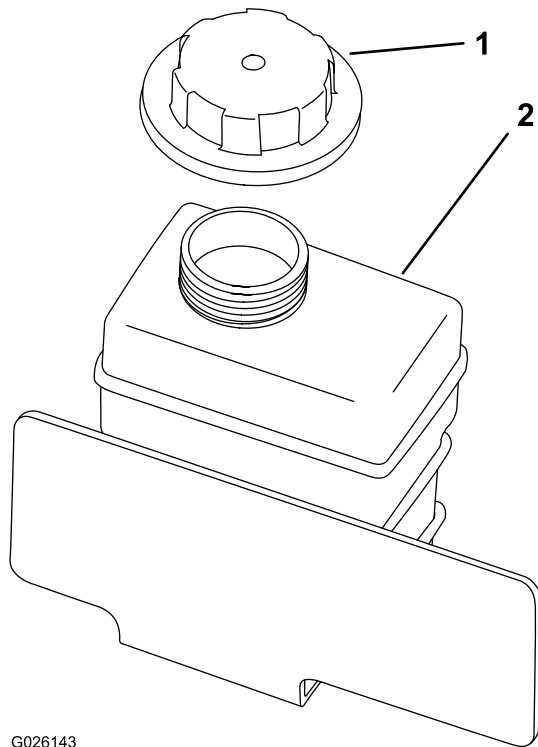

Bild 63
4. Nehmen Sie den Deckel des Überlaufgefäßes ab (Bild 63).